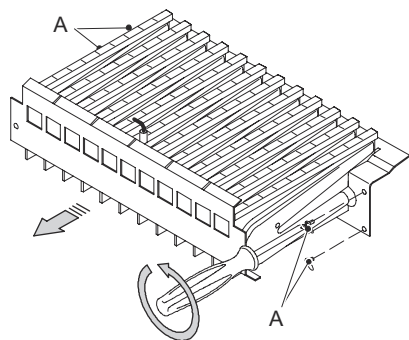

Рисунок 8.1
- Зберіть пальник (Рисунок 8.1), передню панель камери згоряння та змінну стінку герметичної камери.